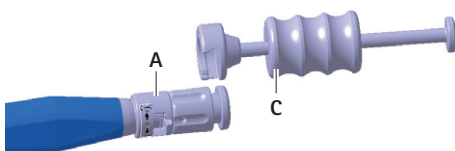

Fig. 5 Montera hammaren på insättningsinstrumentet
- Montera hammaren **C** på insättningsinstrumentet **A**, se Fig. 5.
- Montera hammaren **B** på insättningsinstrumentet **A**, se Fig. 5.